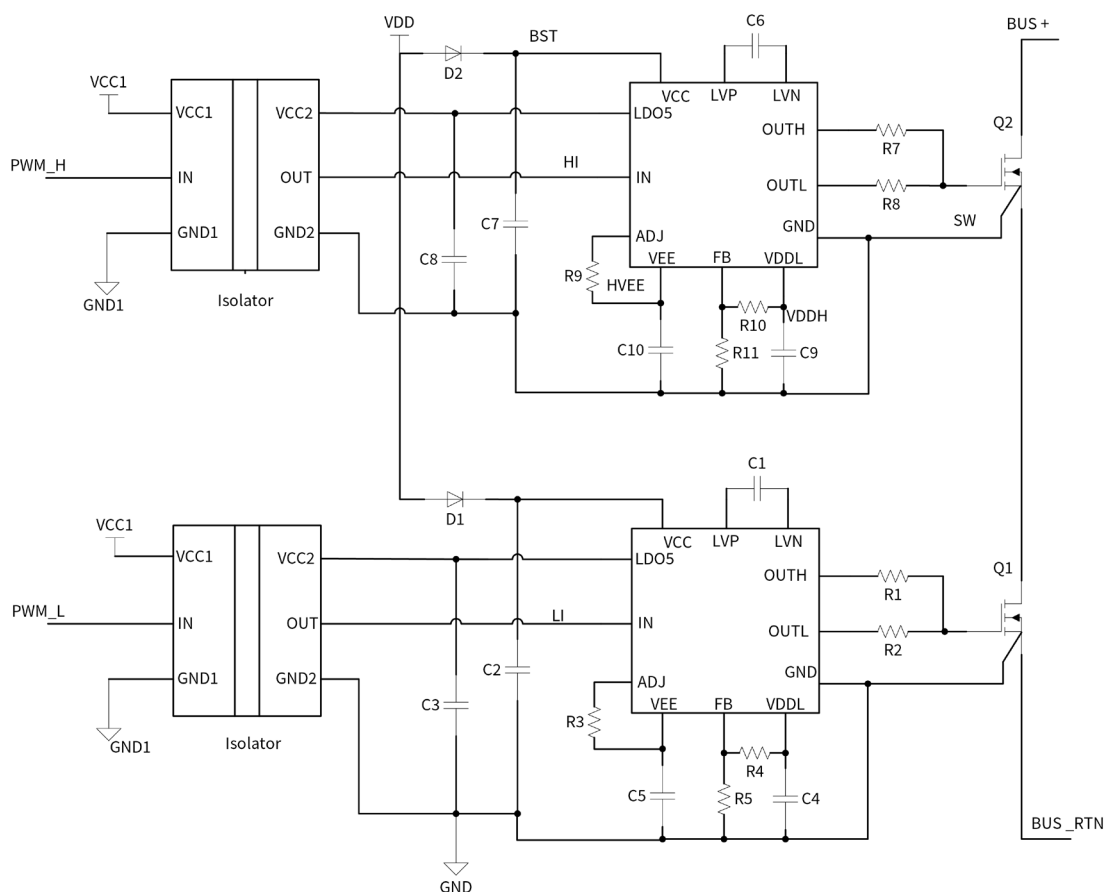

图1.1 NSD2012N 典型应用电路
对于图1.1的半桥电路，高边BST网络建议采用图1.4中模式二的时序进行上电。如果采用图1.4模式一的时序进行上电，在低边LI输入窄脉冲期间，HVEE和VDDH没有建立完全，高边的 GaN HEMT栅极会因为米勒电容出现误脉冲，可能导致上下管直通失效。采用模式二的时序进行上电。低边输入LI的首个脉冲足够宽，BST、VDDH和HVEE成功建立，高边GaN HEMT的栅极被拉到HVEE，确保上下管不会直通。
对于图1.1中半桥电路，当高边NSD2012N的供电电压低于其VCC的欠压点时，高边输出会被拉低。为了确保高边驱动正常工作，高边NSD2012N的VCC对其GND应并联一颗电容，如果工作中存在待机模式，可以采用公式（2）进行电容选取。
I_{VDDH} : 图1.1中 高边VDDH网络的采样支路的分流
V_{Diode} : 图1.1中Bootstrap的二极管D2压降
C_{BST} : 图1.1中高边BST网络的供电电容C7
在图1.1的应用中驱动电阻的功耗和NSD2012N的总功耗可以通过公式 (4) ~ (6) 来计算